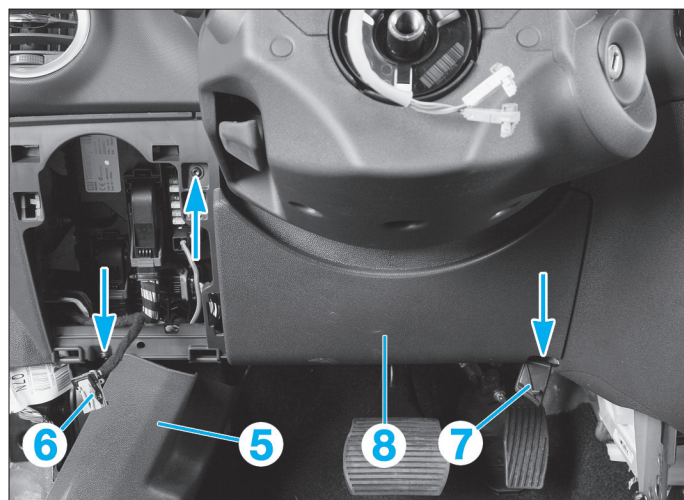

Fig. 24
- Ouvrir la trappe à fusibles (5) situé côté conducteur (Fig.24).